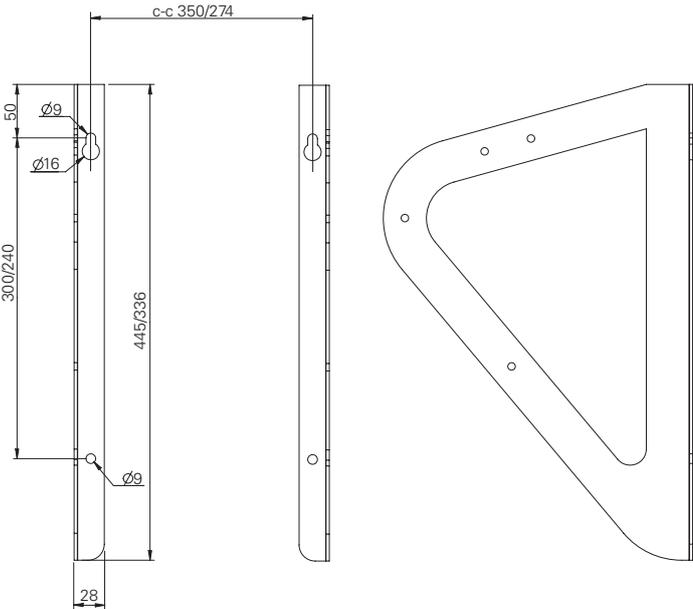

Fig. 2
1. Bohren Sie 4 Löcher in die Wand in einem Abstand c-c nach Abb. 2 auf Seite 2. Befestigen Sie die Schrauben in den beiden oberen Löchern.